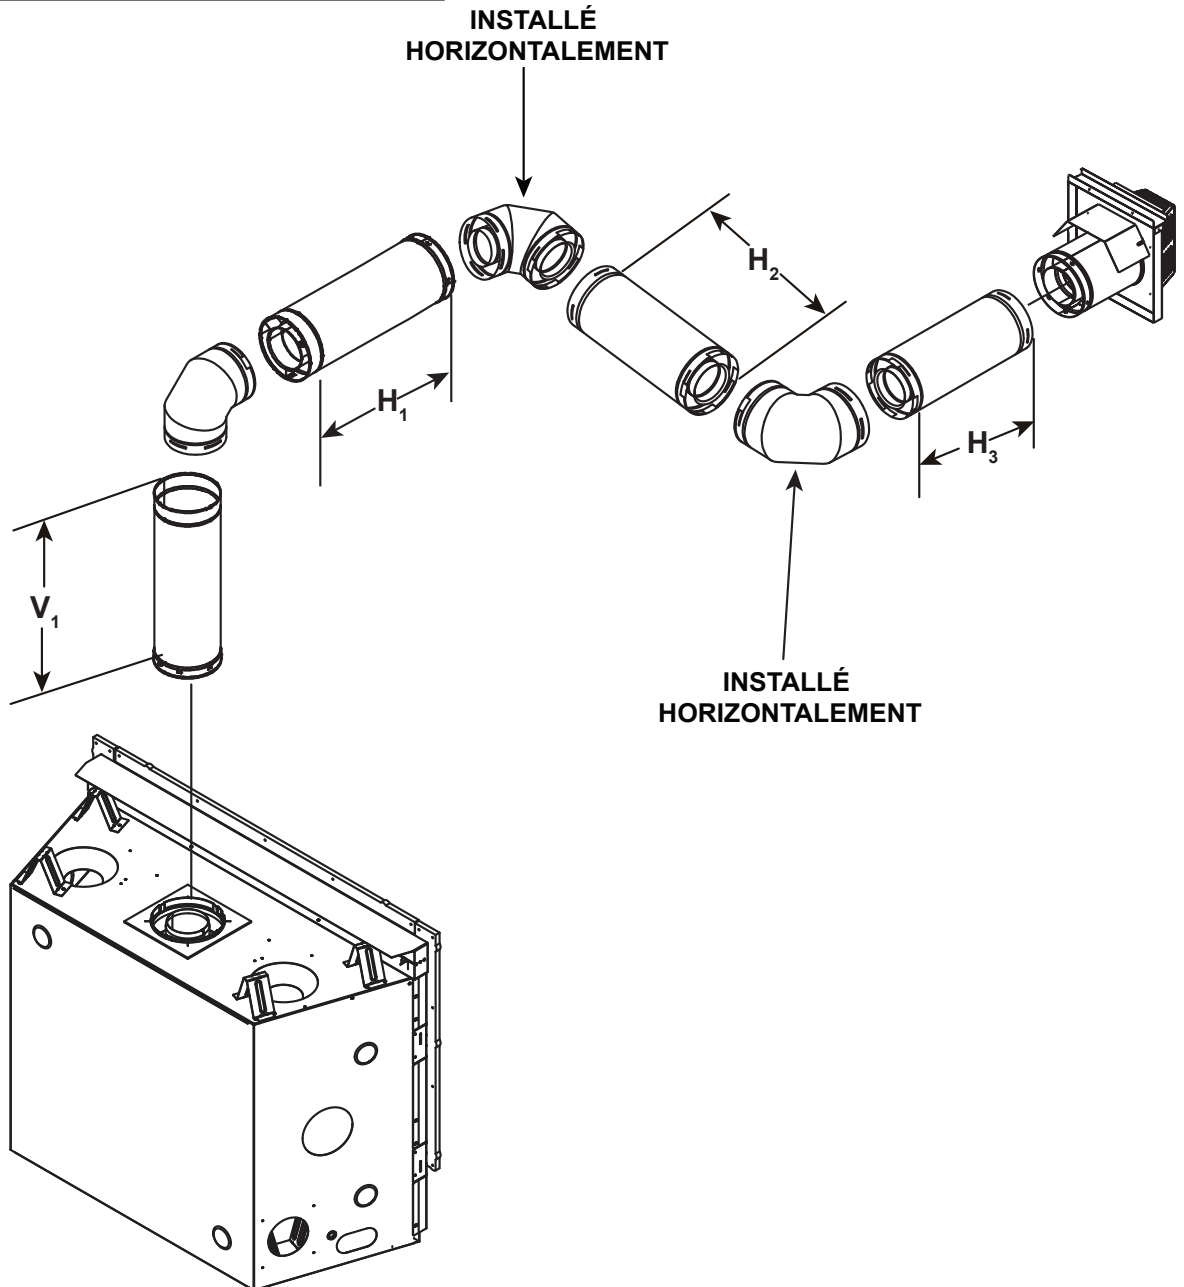

Figure 4.15
- Un maximum de trois coudes de 90° (ou six coudes de 45°) pourraient être utilisés pour toute configuration de conduit d'évacuation. Certains coudes peuvent être installés horizontalement. Voir la figure 4.15.